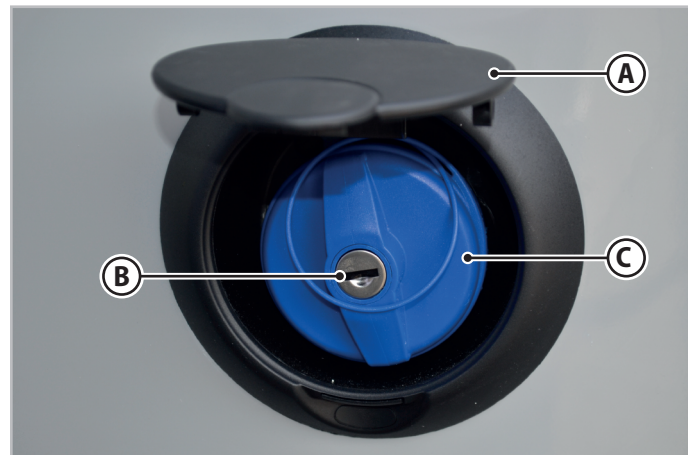

Fig.6.36 - Remplissage du réservoir d'eau propre
1. Soulever le cache (A - Fig.6.36) pour accéder au goulot de remplissage d'eau situé sur le côté du véhicule.
2. Insérer la clé dans la serrure (B - Fig.6.36).
4. Tourner le bouchon (C - Fig.6.36) dans le sens inverse des aiguilles d'une montre et le retirer.